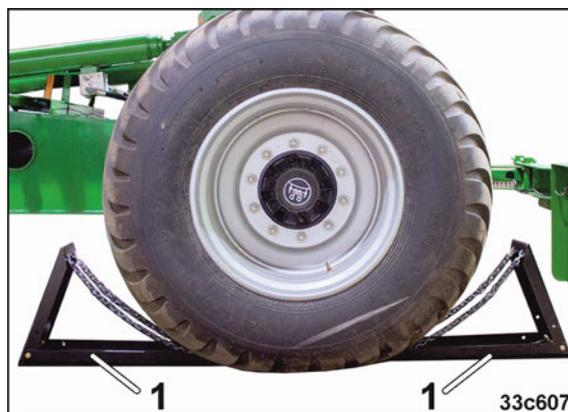

Рис. 114
1. Проверьте, чтобы машина была зафиксирована противооткатными упорами для колес (Рис. 114/1).